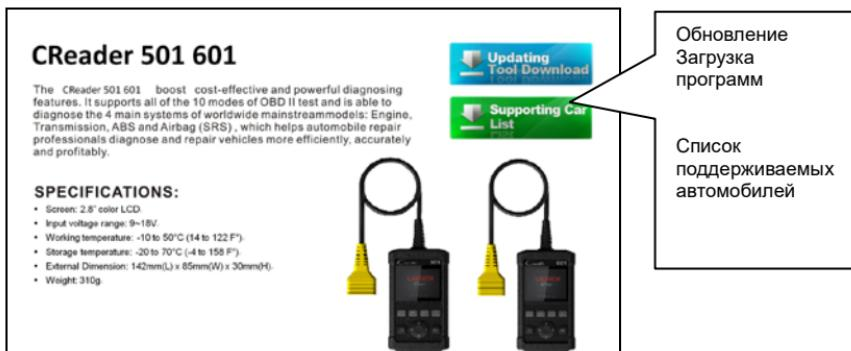

Рис. 7-1 (для CReader 501/601)
1. Перейдите по ссылке <http://mycar.x431.com> и нажмите однократно CReader 501/601, затем нажмите значок обновления программ (рис. 7-1).